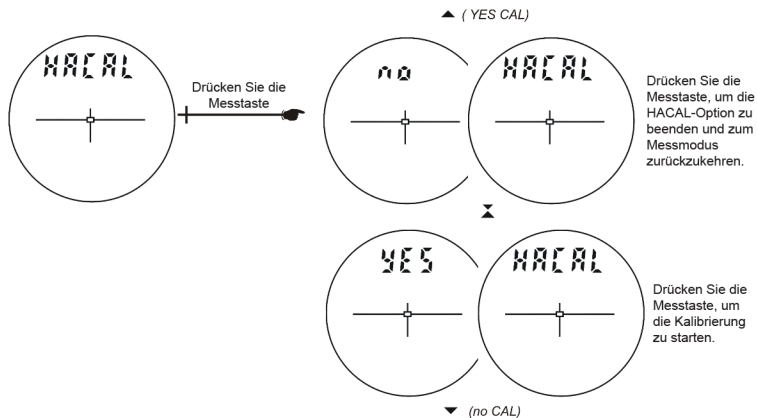

Abbildung 18
5. Drücken Sie , um die Option „HCAL“ auszuwählen. Auf der Hauptanzeige erscheint die Meldung „no“ „CAL“; die Anzeige sollte so ähnlich wie in Abbildung 18 aussehen.